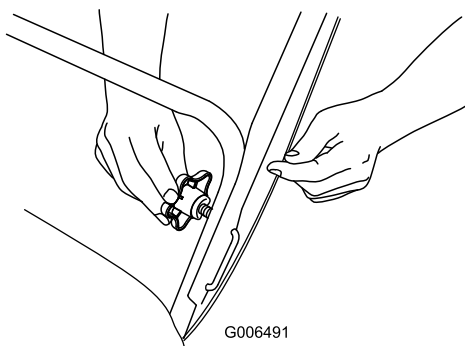

Рисунок 4
2. Вставьте конец фиксатора “П”-образной рукоятки в открытое отверстие рукоятки, и надежно затяните головки рукоятки (Рисунок 4).